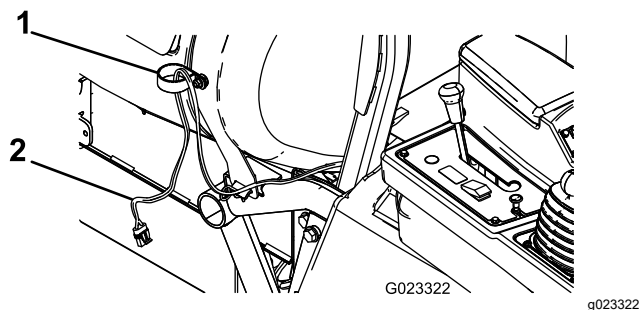

Figure 2
4. Fixez un petit collier en R sur le boulon de carrosserie au moyen d'un écrou à embase ($\frac{3}{8}$ "), comme montré à la Figure 2.
5. Faites passer le côté dévidoir du faisceau de câblage dans le collier en R, comme montré à la Figure 2.